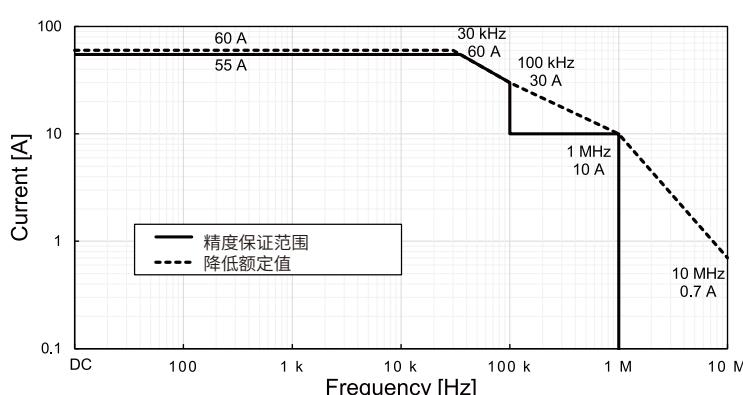

图1：频率额定值降低(0°C ~ 40°C环境下)
最大输入电流 额定值降低范围以内(请参照图1的图形)
- 在图1的额定值降低图的精度保证范围内规定振幅精度与相位精度。DC < f < 10 Hz为设计值。